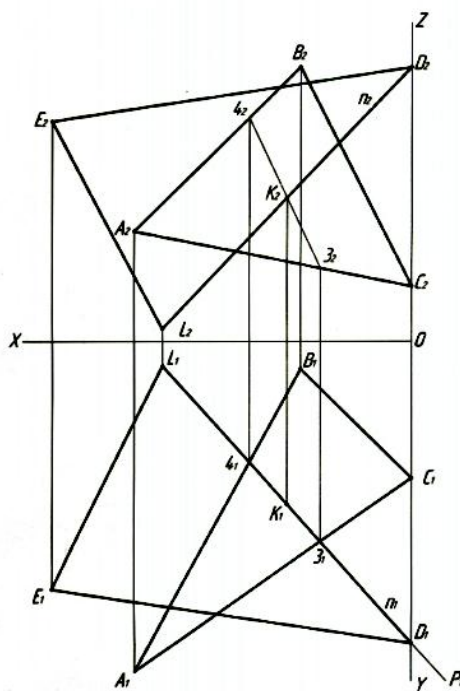

Рис. 3. Построение точки K — точки встречи перпендикуляра n с плоскостью $R(ABC)$ и нахождение точки L
3. Построить точку K — точку встречи перпендикуляра n с плоскостью $R(ABC)$ [$K=n \cap R(ABC)$]. Завершить построение треугольника DEL , построив точку L . Точка L принадлежит перпендикуляру n [$L \in n$]. Точка D симметрична точке L относительно плоскости $R(ABC)$ [$DK \cong KL$] (рис. 3).
Сначала строим горизонтальную проекцию L_1 , а затем с помощью ЛПС находим фронтальную проекцию L_2 или наоборот (рис. 3).